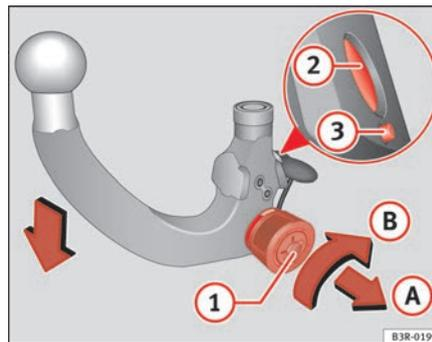

Fig. 160 Dispositivo desmontable para remolque: Pretensar la rótula
- Introduzca la llave ① ⇒ página 210, fig. 160 en la cerradura de la rueda moleteada y gírela en dirección a la marca roja.
- Tire de la rueda moleteada en la dirección que indica la flecha A y gírela a continuación sin dejar de tirar de ella en la dirección de la flecha B hasta que el perno de bloqueo ② encastre y pueda verse que la palanca de desenclavamiento ③ sale ⇒ ⚠.